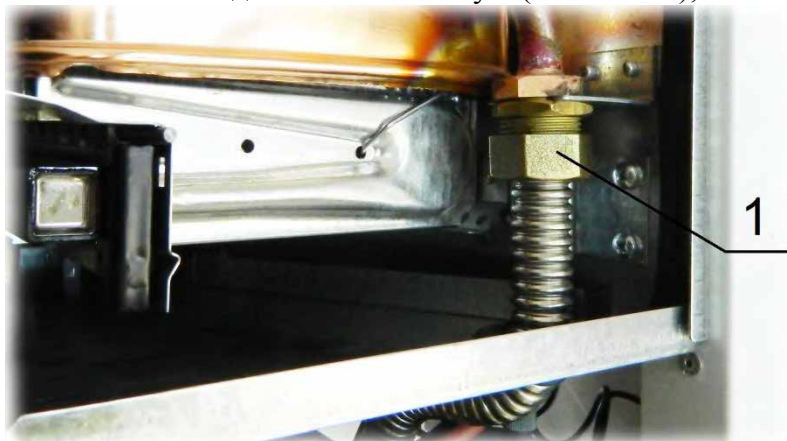

Рис. 24. Демонтаж трубы насоса
- 4) в котлах «NEVALUX-8224» и «NEVALUX-8624» ключом на 30 отвернуть гайку 1 (см. Рис. 24) крепления трубы, идущей от насоса, к штуцеру теплообменника и отвести трубу в сторону. В котле «NEVALUX-8230» необходимо снять клипсу 1 (см. Рис. 23);